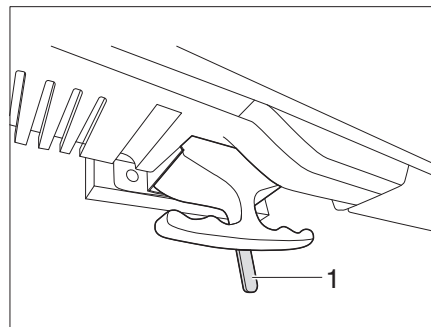

Fig. 142 Pantalla plana desbloqueo
- Mover la palanca (Fig. 142,1) a la izquierda. El bloqueo está suelto.
- Mover la palanca (Fig. 142,1) hasta el centro. La pantalla plana está bloqueada.